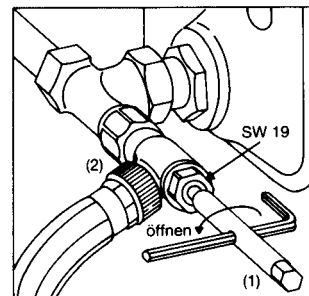

Bild 6
- 3.4 Entleerungs- und Füllwerkzeug (2) auf die „Combi 4/3“ Verschraubung aufschrauben und  $\frac{1}{2}$ “ Schlauch befestigen (Bild 6).
- 3.5 Entlüftungsschraube am Heizkörper öffnen. Sechskantschlüssel SW 10 (1) auf Entleerungs- und Füllwerkzeug (2) aufsetzen und durch Linksdrehen den Heizkörper entleeren (Bild 6).